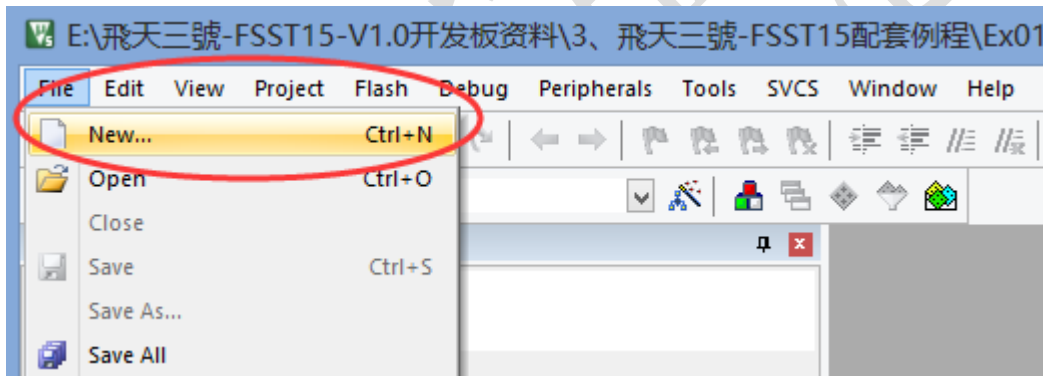

图 2-9 新建文件
(5)选择 File→New 菜单项(或者直接 CTRL+N),如图 2-9 所示。